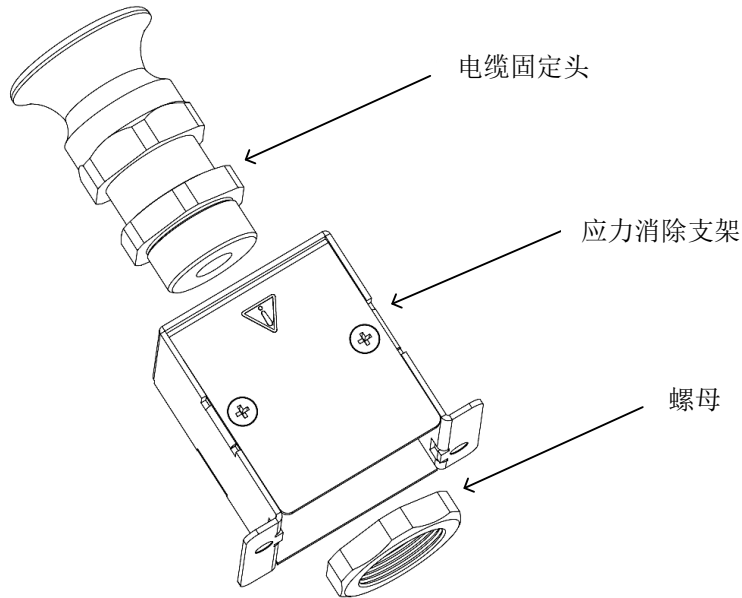

图 4-22: 将塑料螺母安装到应力消除支架
2. 将电缆固定头插入应力消除支架组件中，如图 4-22 所示。